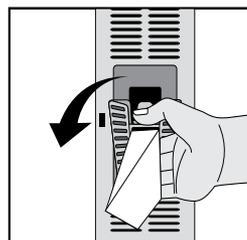

Figura 26
- Para la limpieza del filtro para motas debe retirarlo en la dirección que se indica en la figura 26, voltear el filtro y lavarlo. Finalmente colocarlo en la posición original.